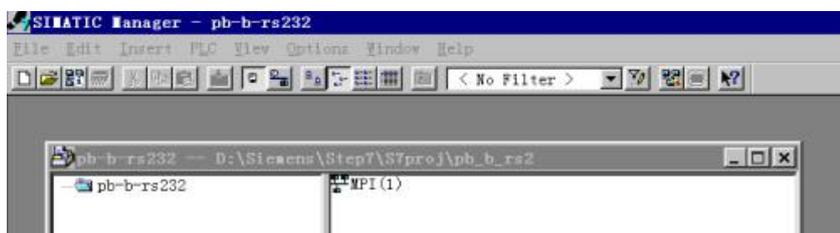

图 4
(4) Insert→Station→SIMATIC 300 Station 点击。见图 4